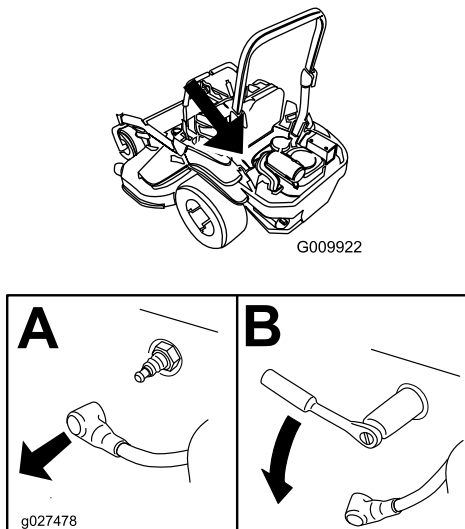

Figura 57
4. Localice y retire la(s) bujía(s), como se muestra en la Figura 57.